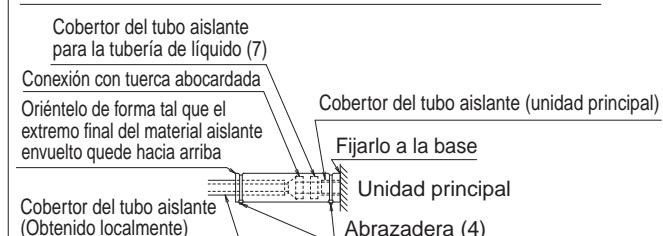

Figura 16
- Cerciórese por completo de ejecutar los trabajos de aislamiento térmico en todas las secciones de conexión de las tuberías después de haber comprobado la fuga de gas mediante el estudio profundo de la figura siguiente y el uso de tubos cobertores aislantes (6) y (7). (Ajuste ambos extremos con las abrazaderas (4).) (Vea la Figura 16)
- Envuelva la almohadilla pequeña de sellado (9) solamente alrededor del aislamiento para las uniones en el lado de la tubería de gas. (Vea la Figura 16)